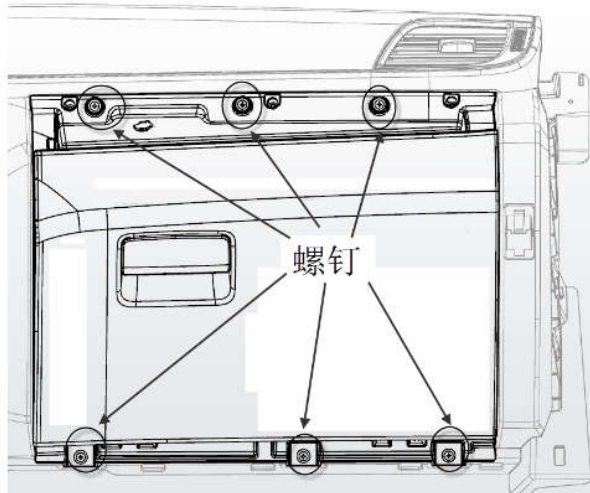

图 1-25 杂物箱总成示意图
- (1) 将杂物箱开启到极限；
- (2) 用十字螺丝刀拆卸下图 1-25 所示的 6 个螺钉；
- (3) 延朝向身体方向水平向内拉杂物箱，即完成杂物箱的拆卸。
(1) 拆卸上本体总成前需先将组合仪表罩，组合仪表，组合开关罩，中盖板，左、右装饰盖板，A柱上护板，A柱上护板盖板，主、副驾安全气囊等件拆除，并断开连接在仪表板上本体上的接插件；
(2) 用套筒拆卸仪表板上本体左右共两个六角头螺栓和大垫圈组合件（Q150B0620T1F61K+Q40206）；
(3) 用十字螺丝刀拆卸 8 个十字槽大半圆头自攻螺钉（Q2734216F3A）；
(4) 用头部缠绕柔性胶带（或其它柔性产品）的一字螺丝刀小心撬起图 1-25 所示的三个卡扣，当所有卡扣都已脱开时，缓慢向上翻转上本体，使卡脚完全脱出。
(5) 向上旋转仪表板上本体一定角度，
(3) 然后向下旋转上本体，注意上本体的三个卡扣卡脚（图 1-25 所示）卡入下本体，待卡扣卡脚卡入下本体，螺钉孔处限位柱卡入下本体，然后拍紧卡扣；
(4) 打紧左右上角的螺栓，然后打紧螺钉，接插好接插件。